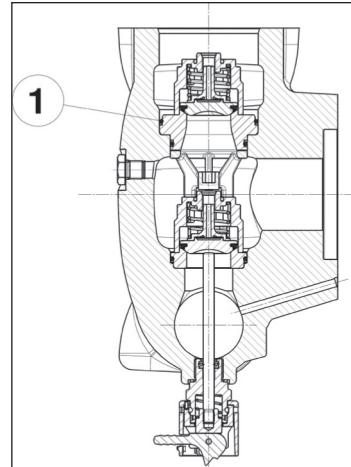

Fig. 111
Préter particulièrement attention à la mise en place du joint torique indiqué rep. ①, Fig. 111. Utiliser l'outil réf. 27516000 (pour les versions avec Ø Piston : 40 - 45 - 50) ou réf. 27516100 (pour les versions avec Ø Piston : 55 - 60 - 65) pour éviter de couper le joint torique en phase d'installation.